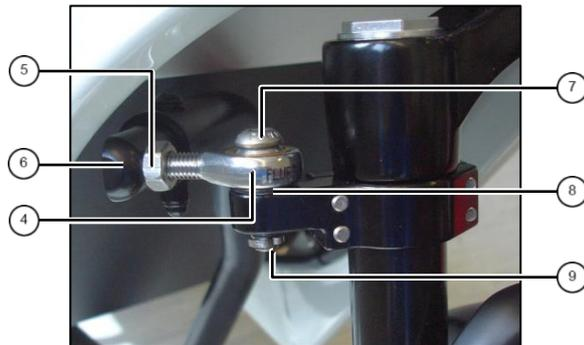

Abb. 4: vordere Befestigung
3. Gelenkkopf ^④ mit Mutter ^⑤ in vorderes Endstück ^⑥ eindrehen (siehe Abb. 4). Mutter noch nicht festziehen. Schraube ^⑦ von oben durch Gelenkkopf und O-Ring ^⑧ stecken, mit Gewindekleber versehen und in Lenkhebel ^① drehen. **Anzugsmoment: 5Nm.**
4. Splint ^⑨ montieren.